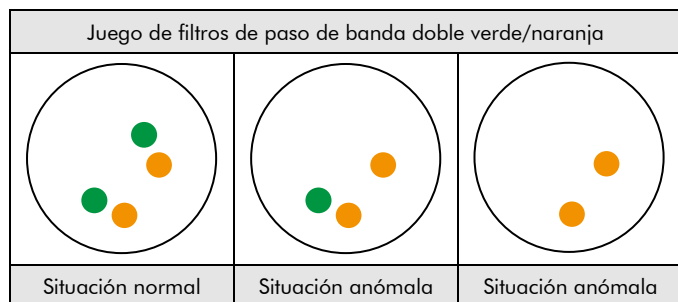

Fig. 2. Resultados previstos en núcleos normales y anómalos
**Situación normal:** En las interfases de células normales o células sin una deleción que afecte a la región del gen CDKN2A, aparecen dos señales naranjas y dos verdes (ver Fig. 2).
**Situación anómala:** En una célula con deleción que afecta a la región del gen CDKN2A, se observará un número reducido de señales verdes. Las deleciones que afectan solo a partes de la región del gen CDKN2A pueden dar lugar a un patrón de señal normal con señales verdes de tamaño reducido (ver Fig. 2).